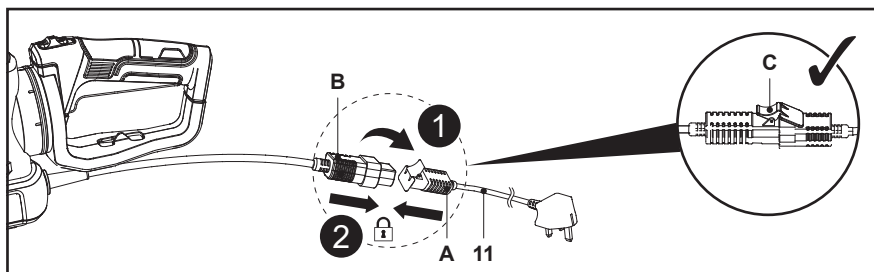

Fig. 2
1. Abra la tapa (C) del conector (A) del cable de alimentación (11), alinee las clavijas (B) con las ranuras del conector (A) y conecte. Asegúrese de que la conexión es firme y luego fije la tapa (C) en su posición (Fig. 2, pasos 1 y 2).